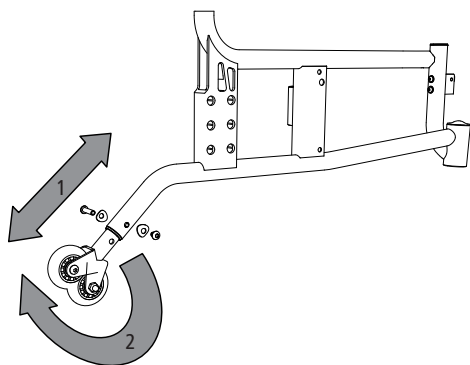

fig. 47
1. For at gøre dette skal skruenanordningen løsnes, og antivæltehjulene skal forkortes, så der opnås den mindst mulige afstand til jorden. Efterfølgende fastgøres justerings-skrueerne igen (1, fig. 47).
2. Ved behov kan du, når afstanden mellem antivæltehjulene og jorden er for lille, dreje hjulene 180°, så de vender opad (2, fig. 47).